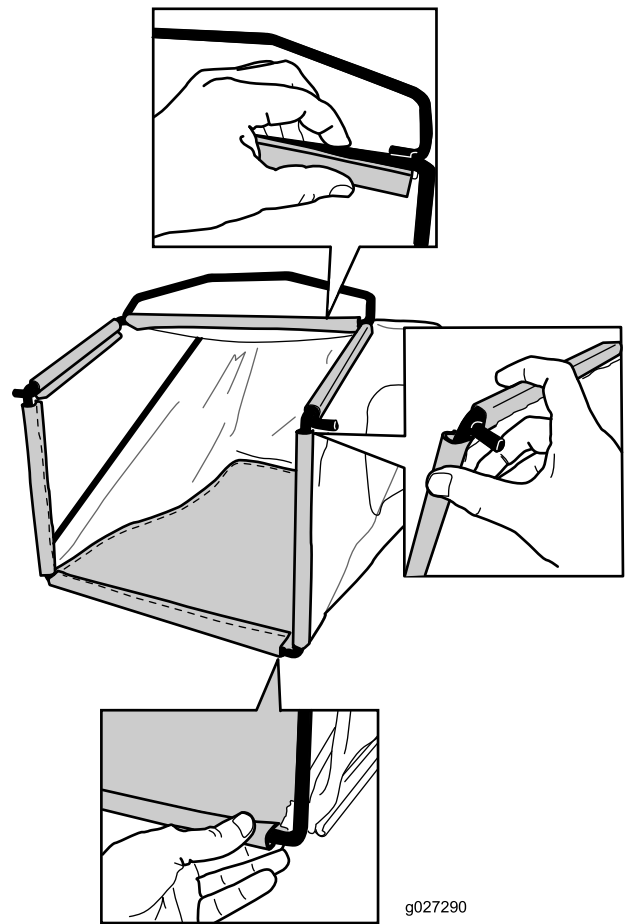

Figura 9
2. Enganche el canal inferior de la bolsa en la parte inferior del bastidor (Figura 9).